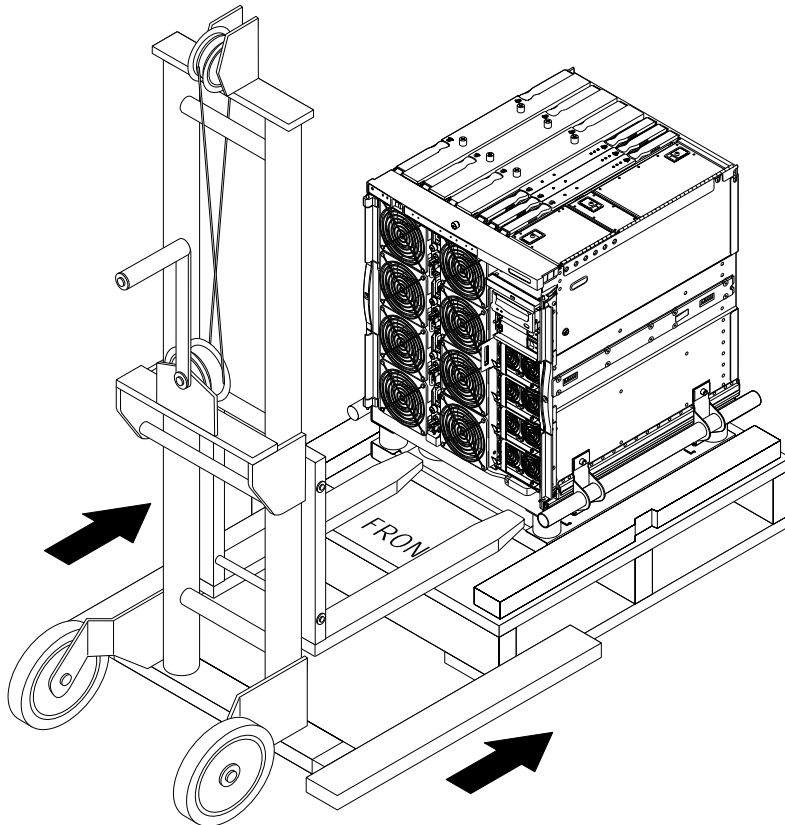

図 1-10 架台へのリフターの挿入
2. リフターのフォークを架台の開口部に完全に差し込みます (図 1-10)。